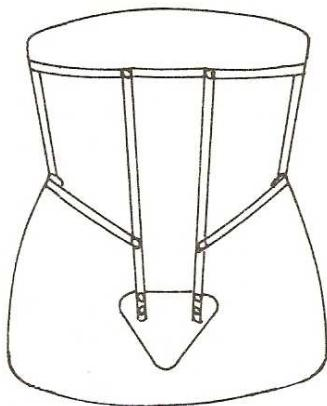

Figure 35 : CIVB-1 ou -2⁽⁴⁴⁾
- **Le CIVB-1** : cage fermée (Figure 35)
- **Le CIVB-2** : cage fermée et ajourée (Figure 35)